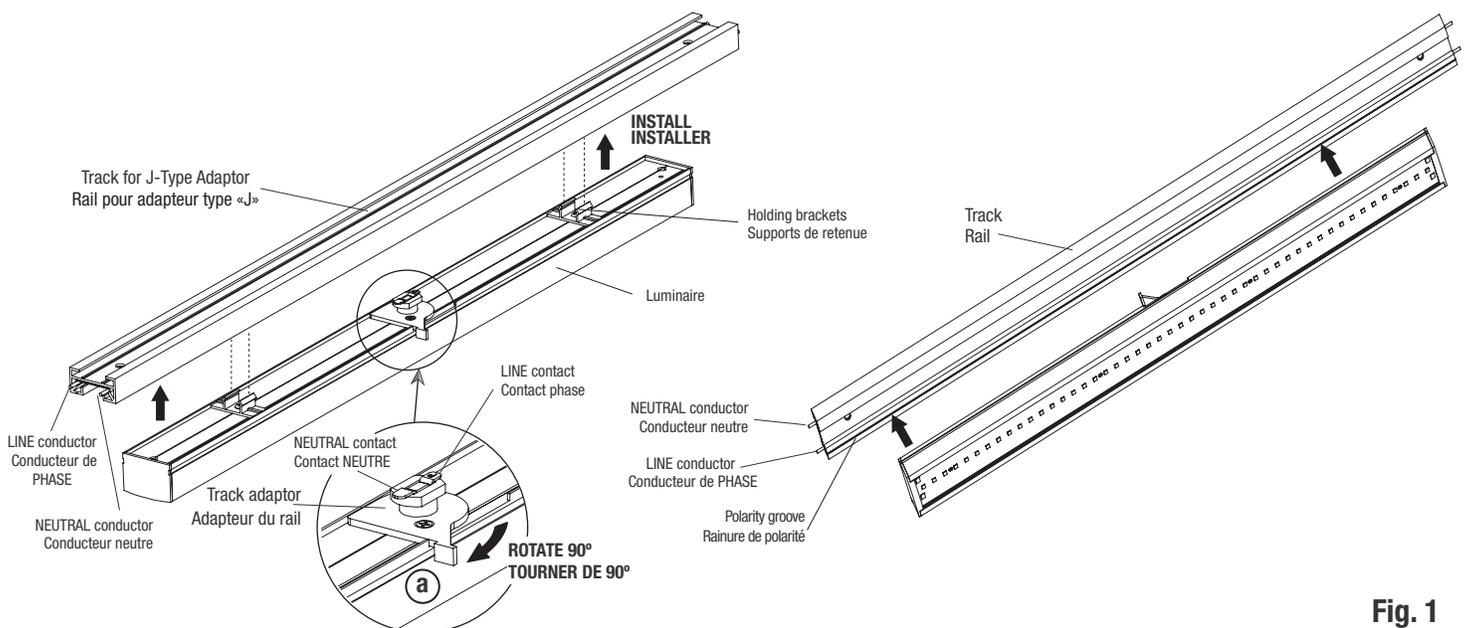

Fig. 1
2. Align the two holding brackets of luminaire with the track grooves (Fig. 1). Install the luminaire on the track by pressing it into appropriate housing grooves.
2. Aligner les deux supports de retenue du luminaire sur les rainures du rail (Fig. 1). Installer le luminaire sur le rail en l'appuyant dessus dans les rainures appropriées du boîtier.